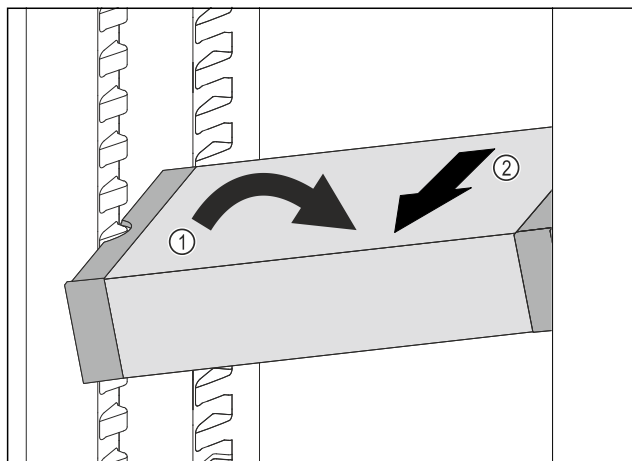

Fig. 249
- Stil VarioSafe på skrå ind i kølesektionen. Fig. 249 (1)
- Tag VarioSafe ud fremefter. Fig. 249 (2)